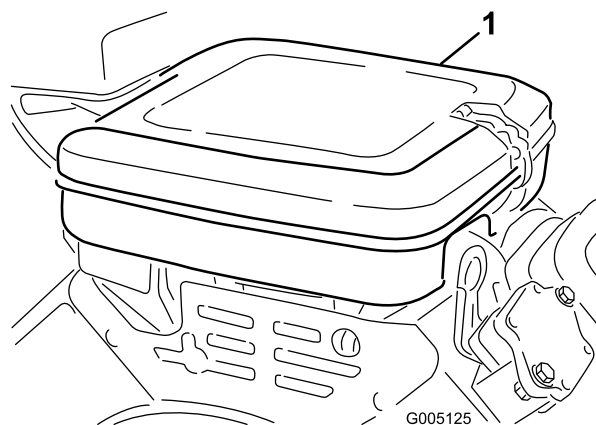

Рисунок 27
1. Очистите крышку воздухоочистителя (Рисунок 27).